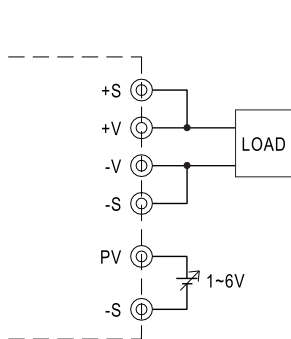

图3.1加一个1~6V的外部电压
- (1) 如图3.1所示, 在CN1或CN2的PV和-S间连接一个外部直流电压源, 并且+S & +V, -S & -V也需要如图所示连接
- (2) 如图所示3.2, 输出电压可调范围为额定输出的20~110%(Typ.), 输出电压上调时输出电流需相应减小